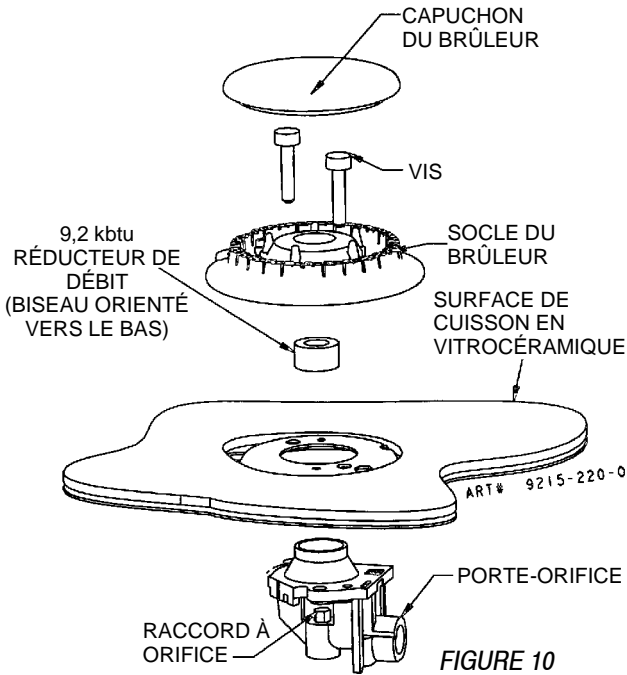

FIGURE 10
Étape 6 : Placer le ou les réducteurs de débit pour brûleur de 9,2 kbtu dans les porte-orifices arrière droit et avant gauche avec le biseau orienté vers le bas. (Voir la figure 10.)
2. Enlever les réducteurs de débit des porte-orifices de l'avant gauche, du centre et de l'arrière droit (voir les figures 10 et 11). S'il y a lieu, une simple attache de bureau peut être utilisée pour enlever les réducteurs de débit avant gauche et arrière droit.